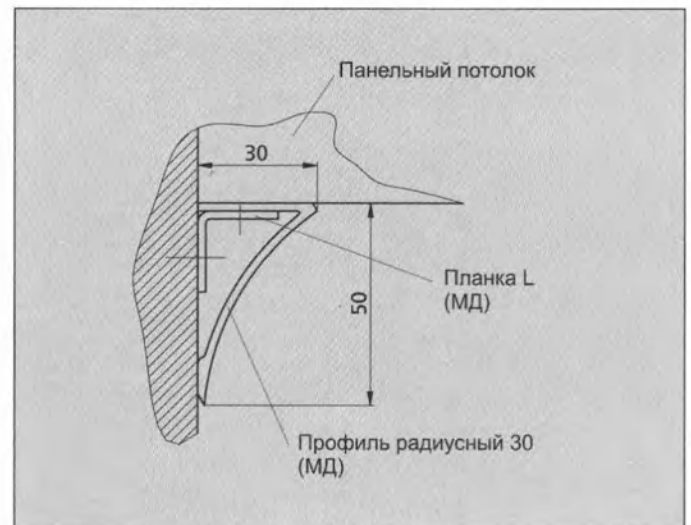

Рис.10 Исполнение угла панельного потолка
3.8. Исполнение угла потолка (рис. 10)